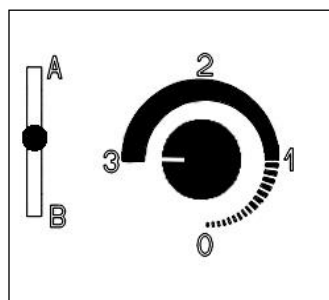
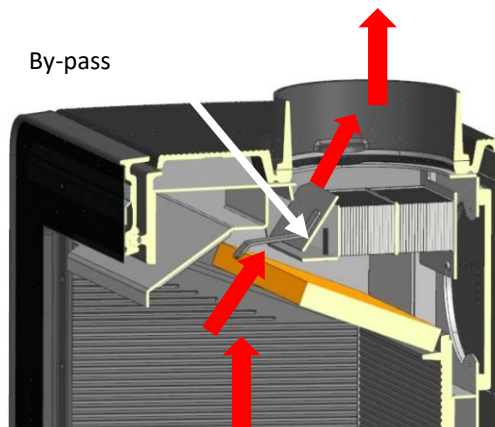

Fig. 11. Encendido y recarga
Fig. 20
2. Gire el botón para el control de la combustión posicionándolo a la izquierda. Éste botón debe girarse de forma manual o bien pulsando la tecla "ON/HI" del mando a distancia (opcional). (Configuración fig. 11). Abra el bypass del sistema TruHybrid, situado en el interior de la estufa en la parte superior (ver Fig. 20). Si dispone, además, del kit de regulación de tiro (opcional – fig.10), situado en la chimenea sobre la estufa, colóquelo en posición abierta.